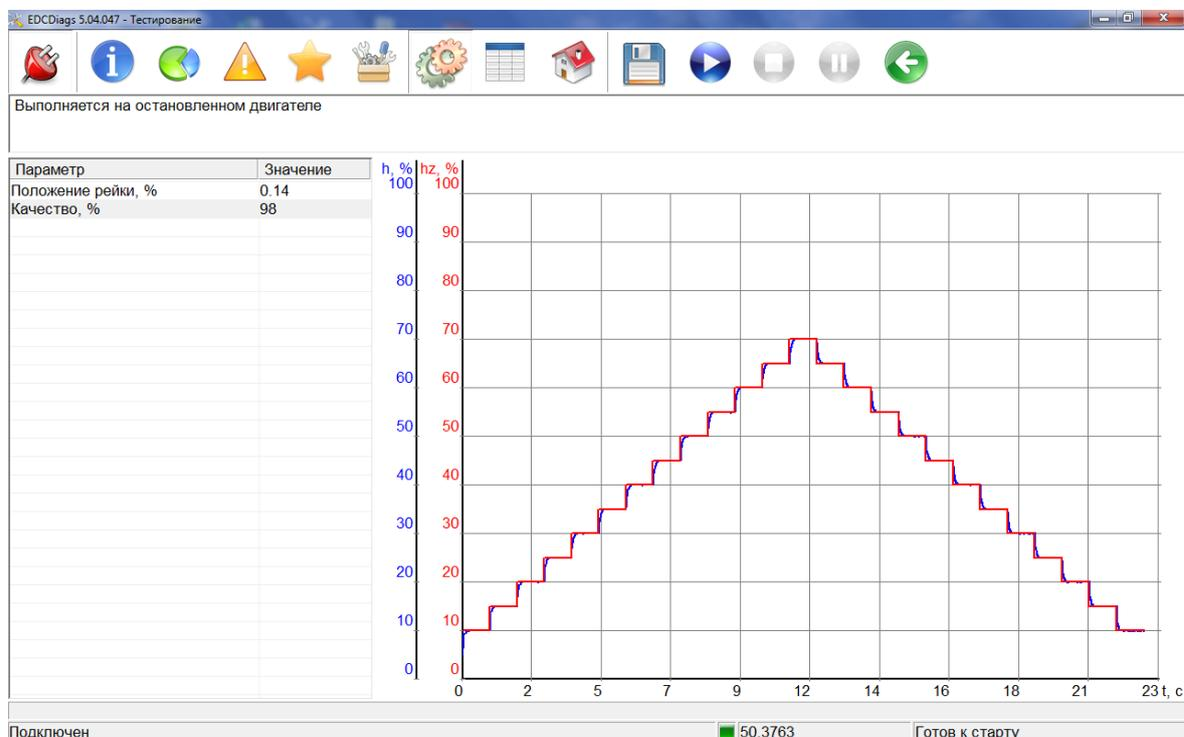

Рис. 3.10
3.11.1. Выбрать вкладку «Тестирование»  (Рис. 3.10).
3.11.2. Тестирование с блоком управления 50.3763-30 (ОАО «ЭЛАРА»). В списке параметров выделить курсором «Тест подвижности рейки» и нажать кнопку «Дальше» . Для начала проведения теста нажать кнопку «Выполнить»  и дождаться окончания теста. Во время проведения теста положение рейки будет ступенчато изменяться от 0 до 70%, по окончании появится окно с графиком перемещения рейки ТНВД с заданным и текущим положением рейки (Рис. 3.10). Показатель «качество» комплексно оценивает переходный процесс перемещения рейки. При исправном ТНВД этот показатель должен быть не менее 90%.